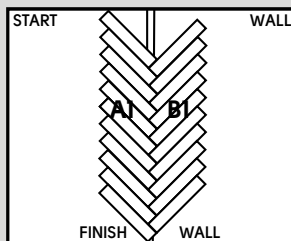

Fig. 6
7. Continúe instalando los tablonces sin cortarlos, trabajando en direcciones opuestas. Compruebe que los tablonces instalados están rectos en las líneas (Fig. 6). Golpee cuidadosamente los tablonces/azulejos juntos en el suelo (Fig. 6).